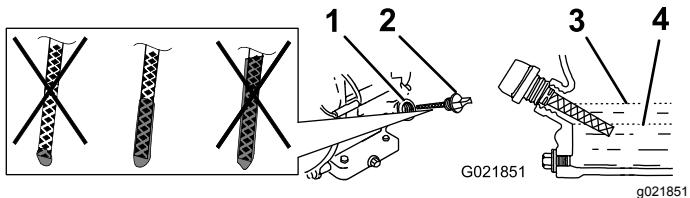

Bild 19
4. Reinigen Sie den Bereich um den Peilstab (Bild 19), damit kein Schmutz in den Einfüllstutzen gelangen und den Motor beschädigen kann.
6. Stecken Sie den Peilstab in den Füllstutzen ein, **schrauben Sie ihn jedoch nicht ein** (Bild 19).
7. Ziehen Sie den Peilstab wieder heraus und schauen Sie das Ende an. Gießen Sie bei niedrigem Ölstand nur so viel Öl langsam in den Einfüllstutzen, bis der Ölstand an der Voll-Marke am Peilstab liegt (Bild 19).